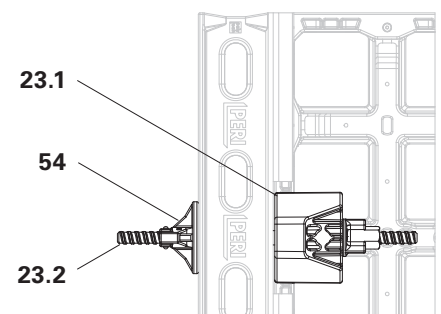

Fig. B5.15c
6. Serrez l'écrou-disque zingué DW 15 (54) depuis la face arrière et ce, à la main ou à l'aide de l'outil universel DUO. (Fig. B5.15c)